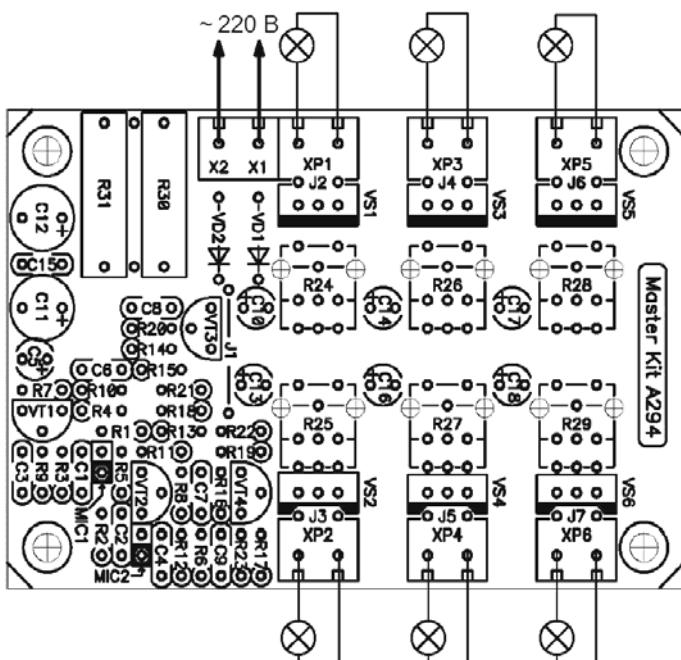

Рис.4 Расположение элементов на печатной плате
- отформуйте выводы радиоэлементов и установите их в соответствии с монтажной схемой (рис.4) в следующей последовательности: сначала малогабаритные, затем все остальные элементы.